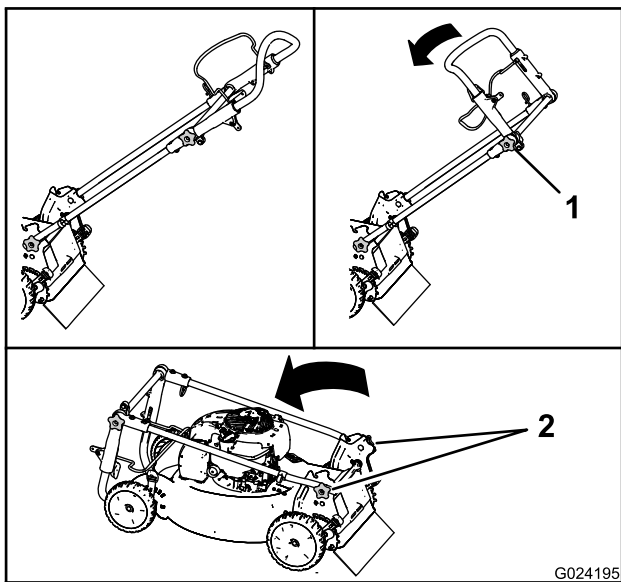

Figura 25
1. Allentate la manopola della sezione superiore della stegola (Figura 25).
2. Allentate le manopole della stegola finché non riuscite a muovere liberamente la stegola stessa (Figura 25).
3. Piegate la stegola in avanti come mostrato nella Figura 25.